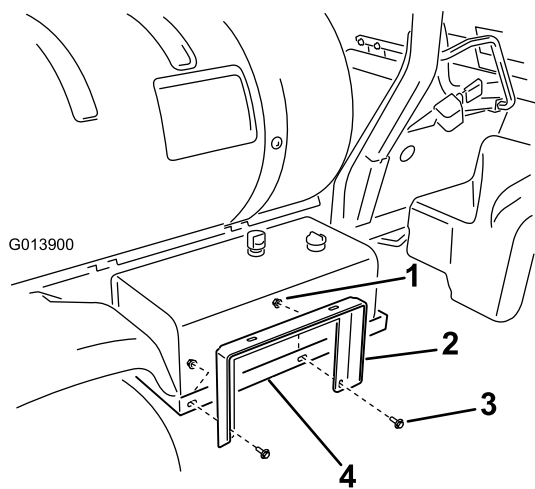

Figura 8
1. Monte el soporte del carrete de la manguera en el soporte del depósito hidráulico (Figura 8) usando 2 pernos con arandela prensada (3/8 x 1 pulgada) y 2 tuercas con arandela prensada (3/8 pulgada). No apriete del todo las tuercas para poder ajustar la posición más tarde.
3. Sujete el soporte del carrete de la manguera a las pletinas del carrete de la manguera (Figura 8) usando 2 pernos con arandela prensada (3/8 x 1 pulgada) y 2 tuercas con arandela prensada (3/8 pulgada).